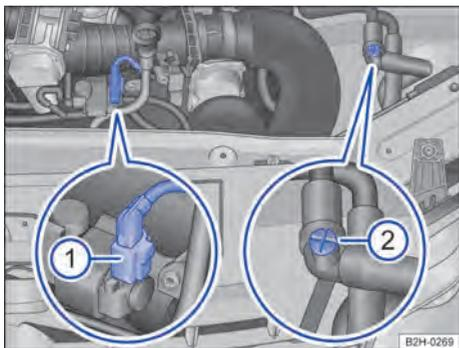

Fig. 182 No compartimento do motor: conector e válvula de ventilação manual.
5. Abrir a válvula de ventilação manual → Fig. 182 ② em cerca de três voltas em sentido anti-horário.
7. Remover o conector ao lado da vareta de medição do óleo → Fig. 182 ① e fixar. Não conectar o conector novamente até a visita à oficina.